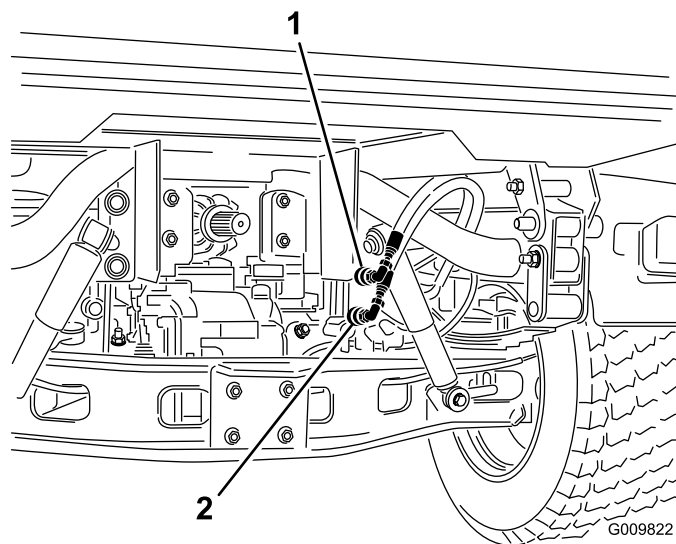

Figure 84
2. Sur les deux véhicules, débranchez les 2 flexibles à raccords rapides des flexibles fixés au support de raccord (Figure 84).